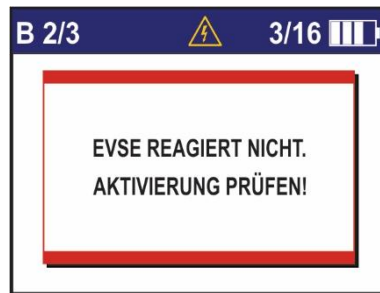

Abbildung 19: Überprüfen der Aktivierungswarnung
Die Messung beginnt mit der Simulation des Zustands B (EV-Verbindung zur Ladestation). Der CST-322 Tester wartet dann auf eine Reaktion der Ladestation und misst die Reaktionszeit $t_{B1} > t_{B2}$. Falls die Ladestation nicht innerhalb von 4 s reagiert, wird dem Benutzer eine Warnung angezeigt (wie in Abbildung 19 dargestellt), um die Ladestation zu aktivieren.
Das Gerät überprüft die Funktion des EVSE mit der typischen EV-Kontrollpilot-Schaltung gemäß der Norm IEC/EN 61851-1. Das Gerät stellt den Zustand B (EV verbunden) her und wartet dann auf die Antwort der Ladestation. Wenn die Ladestation innerhalb von 4 s keine Antwort gibt, wird dem Benutzer die Warnung angezeigt (wie in Abbildung 19 dargestellt), um die Ladestation zu aktivieren. Wenn die Antwort erkannt wird, stellt das Gerät den Zustand C her (EV verbunden, keine Belüftung erforderlich, bereit zum Laden). Es wird die Reaktionszeit t_{EIN} mit anderen Parametern gemessen. Das Gerät stellt dann erneut den Zustand B her (EV verbunden, nicht bereit zum Laden) und misst die Reaktionszeit t_{AUS} .
Das Gerät überprüft die Funktion des EVSE mit der typischen EV-Kontrollpilot-Schaltung gemäß der Norm IEC/EN 61851-1. Das Gerät stellt den Zustand B (EV verbunden) her und wartet dann auf die Antwort der Ladestation. Wenn die Ladestation innerhalb von 4 s keine Antwort gibt, wird dem Benutzer die Warnung angezeigt (wie in Abbildung 19 dargestellt), um die Ladestation zu aktivieren.
Das Gerät stellt den Zustand B her (EV verbunden, nicht bereit zum Laden) und wartet dann auf die Antwort der Ladestation. Wenn die Ladestation innerhalb von 4 s keine Antwort gibt, wird dem Benutzer die Warnung angezeigt (wie in Abbildung 19 dargestellt), um die Ladestation zu
Das Gerät überprüft die Funktion des EVSE mit der vereinfachten EV-Kontrollpilot-Schaltung gemäß der Norm IEC/EN 61851-1. Der Test beginnt im Zustand A (EV nicht verbunden) und simuliert sofort den Zustand C (EV verbunden, Belüftung nicht erforderlich, bereit zum Laden). Wenn die Ladestation innerhalb von 4 s keine Antwort gibt, wird dem Benutzer die Warnung angezeigt (wie in Abbildung 19 dargestellt), um die Ladestation zu aktivieren. Wenn die Antwort erkannt wird, misst das Gerät die Reaktionszeit t_{EIN} zusammen mit anderen Parametern. Das Gerät simuliert dann erneut den Zustand A (EV nicht verbunden) und misst die Reaktionszeit t_{AUS} .
Das Gerät überprüft die Funktion des EVSE mit der vereinfachten EV-Kontrollpilot-Schaltung gemäß der Norm IEC/EN 61851-1. Der Test beginnt im Zustand A (EV nicht verbunden) und simuliert sofort den Zustand D (EV verbunden, Belüftung erforderlich von 4 s keine Antwort gibt, wird dem Benutzer die Warnung angezeigt (wie in Abbildung 19 dargestellt), um die Ladestation zu aktivieren. Wenn die Antwort erkannt wird, misst das Gerät die Reaktionszeit t_{EIN} zusammen mit anderen Parametern. Das Gerät simuliert dann erneut den Zustand A (EV nicht verbunden) und misst die Reaktionszeit t_{AUS} .
Dieser Test überprüft die Reaktion des EVSE auf den CP-Fehlerzustand des EV. Im CP-Fehlerzustand ist der CP-Pilot kurzgeschlossen mit dem PE und die Reaktion wird gemessen. Das Gerät stellt den Zustand B her (EV verbunden, nicht bereit zum Laden) und wartet dann auf die Antwort der Ladestation. Wenn die Ladestation innerhalb von 4 s keine Antwort gibt, wird dem Benutzer die Warnung angezeigt (wie in Abbildung 19 dargestellt), um die Ladestation zu aktivieren. Wenn die Antwort erkannt wird, stellt das Gerät den Zustand C her. Nach 5 s wird der CP-Fehler simuliert und die Reaktion der Ladestation wird gemessen.
Dieser Test überprüft die Reaktion des EVSE auf den PE-Fehlerzustand des EV. Im PE-Fehlerzustand ist der PE geöffnet und die Reaktion wird gemessen. Das Gerät stellt den Zustand B her (EV verbunden, nicht bereit zum Laden) und wartet dann auf die Antwort der Ladestation. Wenn die Ladestation innerhalb von 4 s keine Antwort gibt, wird dem Benutzer die Warnung angezeigt (wie in Abbildung 19 dargestellt), um die Ladestation zu aktivieren. Wenn die Antwort erkannt wird, stellt das Gerät den Zustand C her. Nach 5 s wird der PE-Fehler simuliert und die Reaktion der Ladestation wird gemessen.
Dieser Test überprüft die Reaktion des EVSE auf den Diodenfehlerzustand des EV. In diesem Test wird die interne Diode im EV kurzgeschlossen und die Reaktion gemessen. Das Gerät stellt den Zustand B her (EV verbunden, nicht bereit zum Laden) und wartet dann auf die Antwort der Ladestation. Wenn die Ladestation innerhalb von 4 s keine Antwort gibt, wird dem Benutzer die Warnung angezeigt (wie in Abbildung 19 dargestellt), um die Ladestation zu aktivieren. Wenn die Antwort erkannt wird, stellt das Gerät den Zustand C her. Nach 5 s wird der Diodenfehler simuliert und die Reaktion der Ladestation wird gemessen.
Das Gerät geht in den Zustand B (EV angeschlossen, nicht bereit zum Laden) über und wartet dann auf die Antwort der Ladestation. Wenn die Ladestation innerhalb von 4 Sekunden nicht antwortet, wird dem Benutzer die Warnung (wie in Abbildung 19 dargestellt) angezeigt, um die Ladestation zu aktivieren. Wenn die Antwort erkannt wird, geht das Gerät für 5 Sekunden in den Zustand C über. Es wird ein Fehlerstrom des RCD zwischen den Anschlüssen L1 und PE erzeugt. Die Stromamplitude beträgt 30 mARMS für 350 ms. Die Stromform ist sinusförmig (AC). Die Auslösezeit t_{RCD} des RCD-Geräts wird gemessen und auf den Grenzwert hin überprüft. Nach Abschluss der Messung wird der Zustand A (EV nicht angeschlossen) eingestellt.
Das Gerät geht in den Zustand B (EV angeschlossen, nicht bereit zum Laden) über und wartet dann auf die Antwort der Ladestation. Wenn die Ladestation innerhalb von 4 Sekunden nicht antwortet, wird dem Benutzer die Warnung (wie in Abbildung 19 dargestellt) angezeigt, um die Ladestation zu aktivieren. Wenn die Antwort erkannt wird, geht das Gerät für 5 Sekunden in den Zustand C über. Es wird ein Fehlerstrom des RCD zwischen den Anschlüssen L1 und PE erzeugt. Die Stromamplitude beträgt 42 mARMS für 350 ms. Die Stromform ist gepulst (nur positive Halbperioden). Die Auslösezeit t_{RCD} des RCD-Geräts wird gemessen und auf den Grenzwert hin überprüft. Nach Abschluss der Messung wird der Zustand A (EV nicht angeschlossen) eingestellt.
Das Gerät setzt den Zustand B (EV angeschlossen, nicht bereit zum Laden) und wartet dann auf die Antwort der Ladestation. Wenn die Ladestation innerhalb von 4 s nicht antwortet, wird dem Benutzer die Warnung (wie in Abbildung 19 dargestellt) angezeigt, um die Ladestation zu aktivieren. Wenn die Antwort erkannt wird, setzt das Gerät den Zustand C für 5 s. Es wird dann ein Fehlerstrom zwischen L1 und PE erzeugt. Die Stromamplitude beträgt 60 mARMS für 350 ms. Die Stromform ist reiner Gleichstrom. Die Abschaltzeit t_{RCD} des RCD-Geräts wird gemessen und auf den Grenzwert hin ausgewertet. Nach Abschluss der Messung wird der Zustand A (EV nicht angeschlossen) eingestellt.
Das Gerät setzt den Zustand B (EV angeschlossen, nicht bereit zum Laden) und wartet dann auf die Antwort der Ladestation. Wenn die Ladestation innerhalb von 4 s nicht antwortet, wird dem Benutzer die Warnung (wie in Abbildung 19 dargestellt) angezeigt, um die Ladestation zu aktivieren. Wenn die Antwort erkannt wird, setzt das Gerät den Zustand C für 5 s. Es wird dann ein Fehlerstrom zwischen L1 und PE erzeugt. Die Stromamplitude beträgt 6 mARMS für 11,0 s. Die Stromform ist reiner Gleichstrom. Die Abschaltzeit t_{RCD} des RDC-DD-Geräts wird gemessen und auf den Grenzwert hin ausgewertet. Nach Abschluss der Messung wird der Zustand A (EV nicht angeschlossen) eingestellt.
Eine leichte Hysterese wird in der Regel verwendet, um die Zuverlässigkeit der EVSE zu verbessern. Das Instrument ist in der Lage, die Hysterese zwischen den Zuständen B und C zu messen. Die Messung beginnt mit der Simulation des Zustands B, bei dem der CST-322 Tester auf eine Antwort der EVSE wartet. Wenn innerhalb von 4 s keine Antwort erfolgt, wird dem Benutzer eine Warnung angezeigt, um die Ladestation zu aktivieren (wie in Abbildung 19 dargestellt). Das Instrument verringert dann sequentiell die Spannung am CP-Signal (Richtung Zustand C) und wartet auf eine Antwort der EVSE, indem es die Netzspannung an den Leistungsanschluss anlegt. Nachdem die Netzspannung erkannt wurde, beginnt das Instrument, die Spannung am CP-Signal mit einer Rate von 0,01 V/s gemäß der Norm IEC/EN 61851-1 zu erhöhen (Richtung Zustand B). Wenn das Instrument das Abkoppeln der Netzspannung erkennt, wird die CP-Spannung gemessen und als obere Übergangsspannung $U_{C \rightarrow B}$ gespeichert. Das Instrument beginnt nun, die CP-Spannung mit einer Rate von 0,01 V/s zu verringern (Richtung Zustand C). Nachdem die Netzspannung erkannt wurde, wird die CP-Spannung als untere Übergangsspannung $U_{B \rightarrow C}$ gemessen und gespeichert. Die Hysterese-Spannung $HYST_{B/C}$ wird als Differenz zwischen den oberen und unteren Übergangsspannungen berechnet. Nachdem die Berechnung abgeschlossen ist, stellt das Instrument den Zustand A wieder her (EV nicht verbunden).